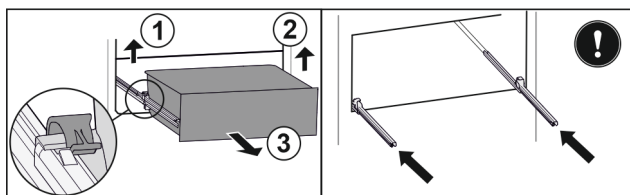

Fig. 147
- ▶ Приподнимите левый зажим и одновременно вытяните движением вперед выдвижной ящик слева. Fig. 147 (1)
- ▶ Приподнимите правый зажим и одновременно вытяните движением вперед выдвижной ящик справа. Fig. 147 (2)
- ▶ Извлеките выдвижной ящик движением вперед. Fig. 147 (3)